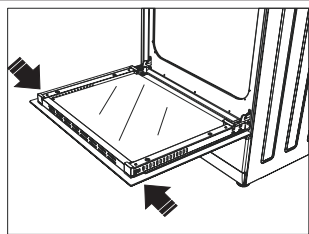
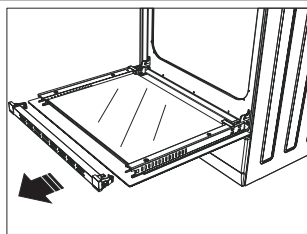
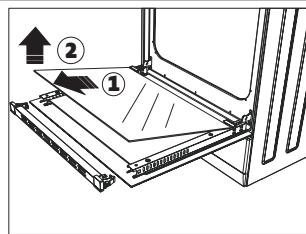

Figura 11
Figura 12
Figura 13
1. Premir os fechos de plástico nos lados esquerdo e direito conforme mostrado na figura 11 e levante o perfil puxando o mesmo em direção a si conforme mostrado na figura 12. O vidro ficará solto depois do perfil ser removido conforme mostrado na figura 13. Puxar cuidadosamente o vidro que fica solto em direção a si. O vidro exterior é fixado ao perfil da porta do forno. Pode facilmente limpar os vidros depois de os mesmos terem sido separados. Depois da limpeza e da manutenção estarem completadas, pode voltar a colocar os vidros realizando o procedimento de remoção na ordem inversa. Assegurar que a o perfil de escoamento está corretamente colocado.